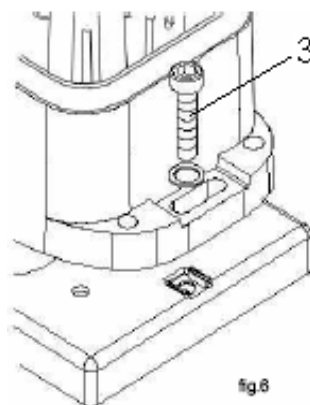

fig.6
- Wkręcamy do połowy dwie śruby montażowe (3) – rys. 6